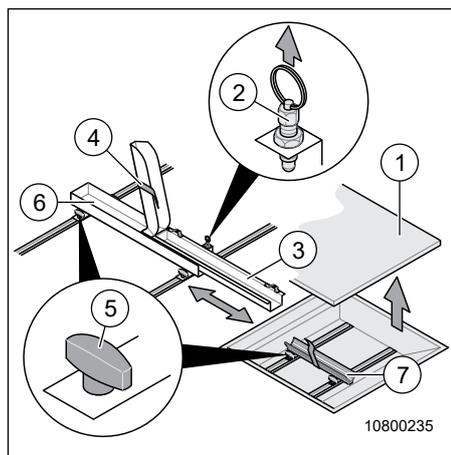

Fig. 3 Préparer le support pour vélo électrique
6. Retirer la tablette intermédiaire (Fig. 3, pos 1) et la ranger de façon sûre.
7. Vérifier si le support du dispositif coulissant (Fig. 3, Pos. 6) est aligné avec le rail de support (Fig. 3, Pos. 7).
Si nécessaire, ouvrir les poignées tournantes (Fig. 3, Pos. 5) du système coulissant et déplacer les rails de support.
8. Tirer le levier de verrouillage (Fig. 3, Pos. 2) du support du dispositif coulissant vers le haut et le maintenir dans cette position.
9. Tirer le dispositif coulissant (Fig. 3, Pos. 3) complètement en dehors.
11. Glisser le vélo d'abord avec la roue arrière dans le support du dispositif coulissant (Fig. 3, pos 6).
12. Fixer la roue arrière avec l'attache de sécurité (Fig. 3, Pos. 4).
13. Tirer le levier de verrouillage (Fig. 3, Pos. 2) au support du dispositif coulissant (Fig. 3, Pos. 6) vers le haut et le maintenir dans cette position.